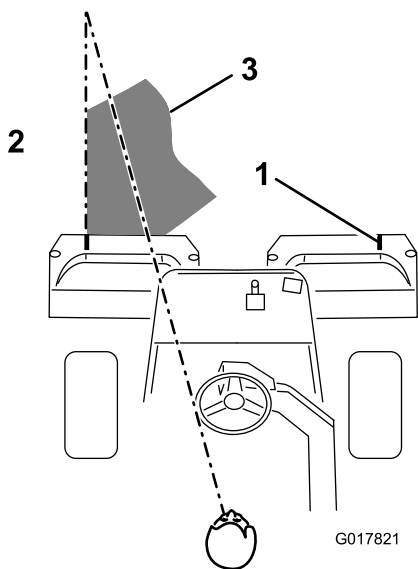

Figura 41
3. Sobreponha uma quantidade mínima com o corte anterior nas passagens adicionais. Para cortar em linha recta ao longo do relvado e de modo a conseguir manter uma distância equitativa entre a extremidade da zona de corte anterior, estabeleça uma linha imaginária de aproximadamente 1,8 a 3 metros à frente da máquina até a extremidade da zona por cortar (Figura 41). Alguns utilizadores acham útil incluir a borda exterior da roda motriz na linha imaginária; por exemplo, mantenha a extremidade da roda motriz alinhada com um ponto que se mantém sempre à mesma distância da dianteira da máquina (Figura 41).